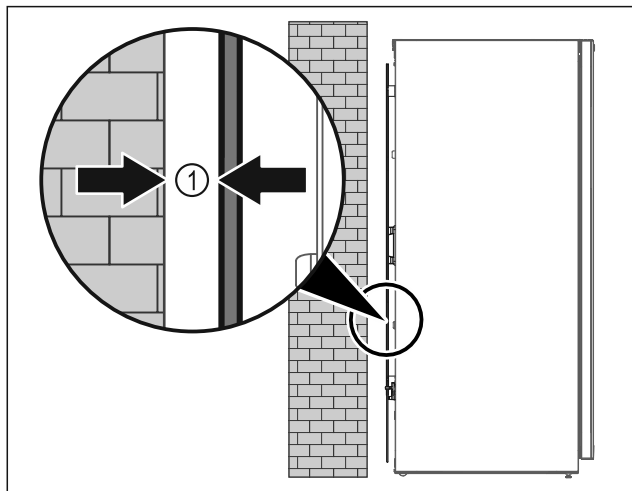

Fig. 5
- Opstil apparatet enten frit i rummet eller direkte på en væg med en mindsteafstand på 5 mm Fig. 5 (1).